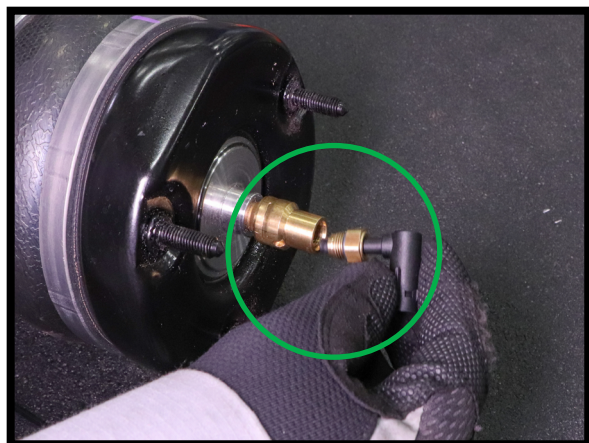

图23
1. 将随产品提供的附件套件中的空气接头安装到空气支柱上，并用扳手拧紧。(图23、24)